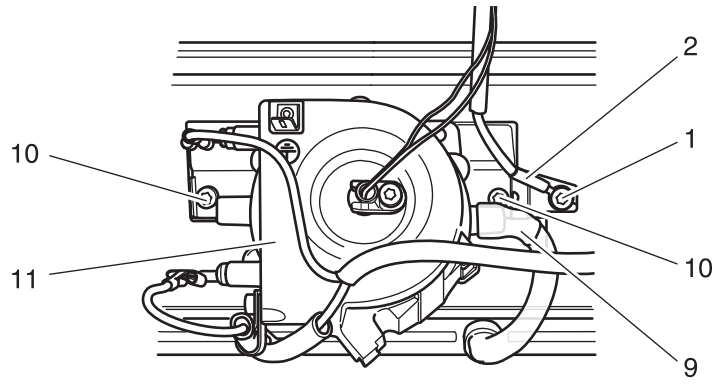

Fig. 12
- Die Schraube 1 herausdrehen (Fig. 12).
- Den Dampfgenerator 11 kpl. aufsetzen (Fig. 12).
- Den Heizschuh-Sensor 2 in die in Fig. 12 gezeigte Position bringen und festhalten.